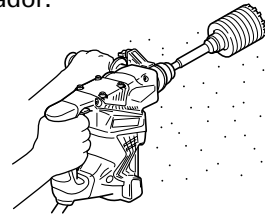

Fig. 21
- (2) Modo de taladrar (Fig. 21)